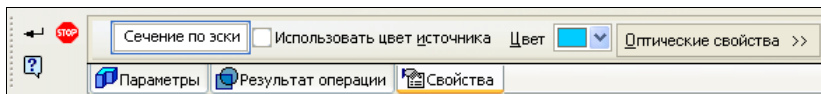

Рис. 19.5. Панель свойств: Сечение по эскизу с открытой панелью **Свойства**
- ◆ на Панели свойств: Сечение по эскизу откройте вкладку **Свойства** (рис. 19.5). На этой панели: